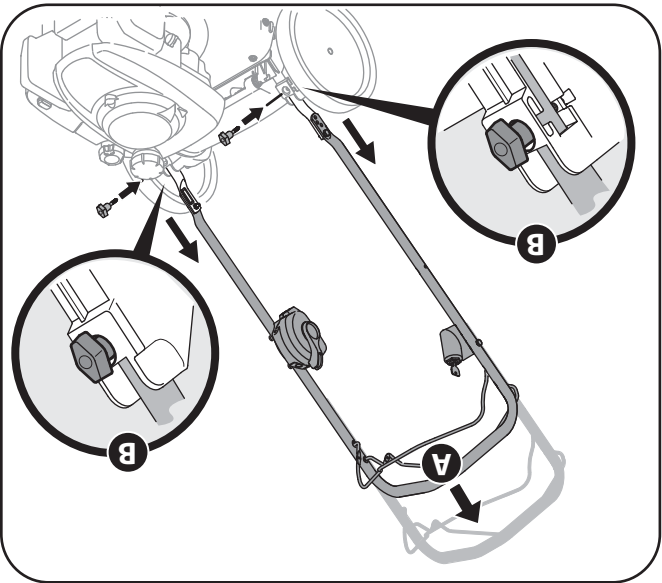
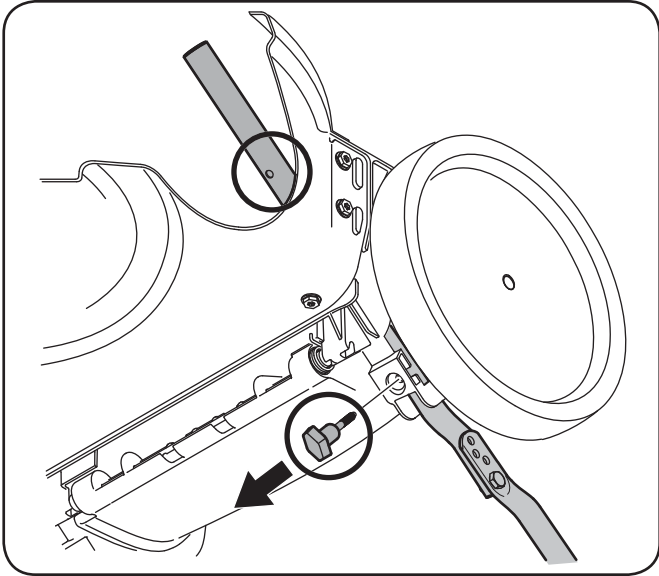

Figure 3-4
Figure 3-3
b. Insérez les boulons à tête en T, enlevés au paragraphe 1b, dans les supports du guidon et dans le guidon inférieur et serrez à fond pour maintenir le guidon en place. Voir la Figure 3-4.
a. Relevez le guidon 8 po jusqu'à ce que les trous du guidon inférieur (voir l'écclé de la Figure 3-3) s'alignent avec les trous des supports du guidon. Voir la Figure 3-4.
2. Retirez les boulons à tête en T des supports du guidon, comme la Figure 3-3.